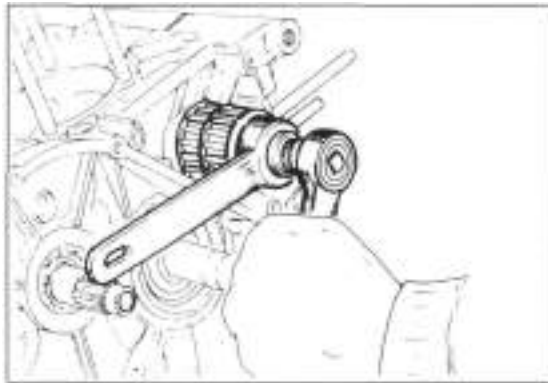

Bild 181
- Mit **Ducati-Werkzeug 8870 0.5644** Antriebsrad des Steuerriemens gegenhalten und Befestigungsmutter ausdrehen (Bild 181).
- Antriebswelle gegenhalten und die Nutmutter anziehen (Ducati-Werkzeug 88700.5644; 59 - 63 Nm; Bild 181).